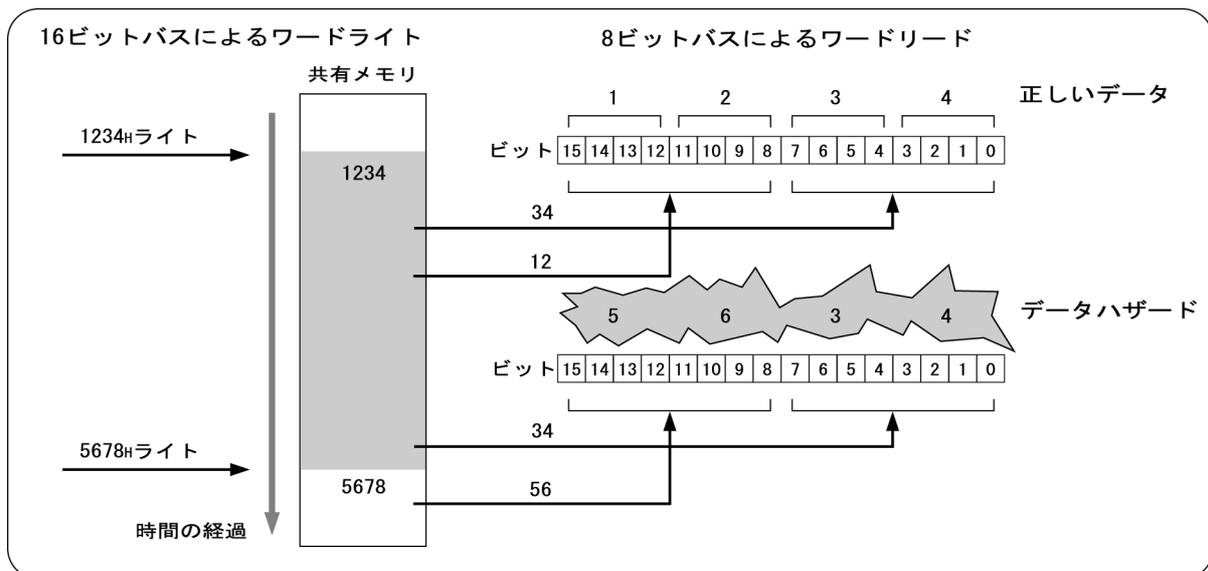

図4.7 データハザード発生メカニズム
データハザードは、ユーザ CPU と MKY40 を接続しているバス幅を超えるデータを扱う場合に、以下のように発生します (図 4.7 参照)。
- ① 8 ビット幅データバスによって MKY40 へ接続されたユーザ CPU が、他の CUnet ステーションが占有しているグローバルメモリ (GM) のエリアから 16 ビット幅データをリードする時、“2 回” のアクセスが必要です。
- ② ユーザシステムのプログラムがグローバルメモリへ“2 回” アクセスする際の“1 回目”と“2 回目”の間に、メモリデータの共有動作に基づいた他の CUnet ステーションからのデータ複写 (Copy) によってデータが遷移すると、正しいデータをリードできないタイミングが発生します (図 4.7 : 5634H のリード)。
- ③ この場合のリードデータは、データハザード (Data hazard) が発生した誤ったデータです。